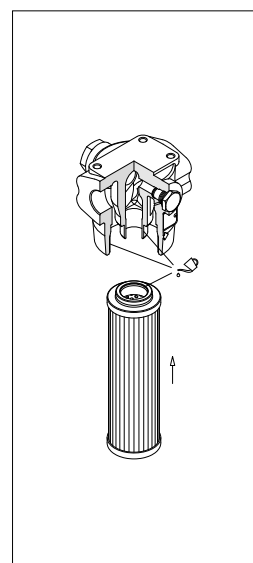

fig. 24
- (Fig. 24) Lubrificare con il fluido di lavoro l'O-ring dell'elemento filtrante, il codolo e la sede della testata, quindi calzare l'elemento filtrante sul codolo. Prestare attenzione a non danneggiare la guarnizione O-ring